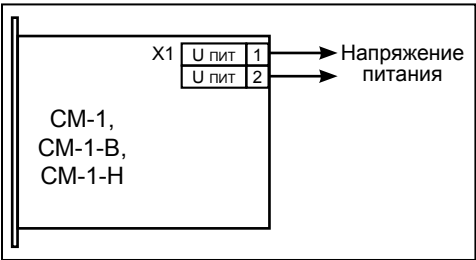
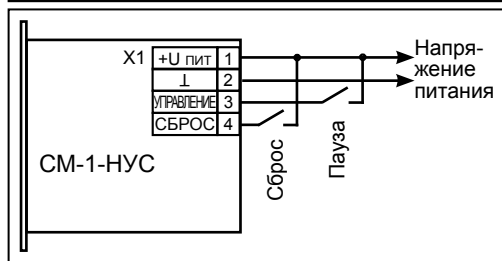

Рисунок 2. Счётчики моточасов СМ-1, СМ-1-В, СМ-1-Н. Пример подключения.
Рисунок 7. Счётчик моточасов СМ-1-НУС.
6.2 Подключите кабель питания на винтовые контактные колодки (Рисунок 2). Полярность подключения постоянного напряжения питания имеет значение только для модели СМ-1-НУС (Рисунок 7).
6.5 Для СМ-1-НУС: Подключите провод от управляющего устройства к входу управления «СТОП» на винтовые контактные колодки (схема на этикетке). Положительное напряжение на входе останавливает счёт (Рисунок 7).